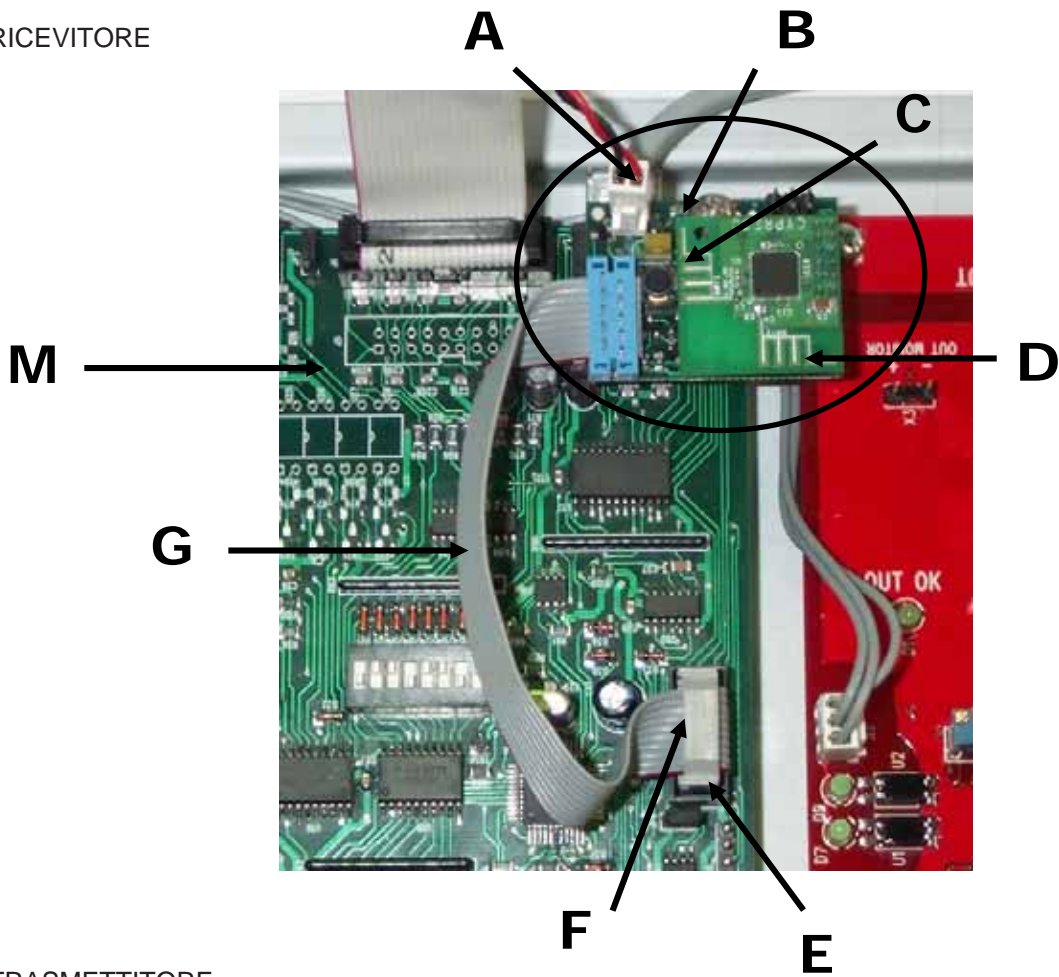

fig. 1
Su alcune serie dei radiografici MAX70 il modulo ricevitore (fig. 1), viene installato prima della vendita. In questo caso lo troverete nella posizione indicata nella foto al paragrafo precedente. Se avete ricevuto il modulo ricevitore separatamente è necessario installarlo prima di poterlo utilizzare.
3. Identificare il connettore a 10 poli J9 (E) presente sulla scheda verde RC401 (fig. 1)
4. Inserire il connettore a 10 poli (F) montato sul flat cable (G) nel connettore J9 (E) presente sulla scheda verde RC401 (M) ; il connettore può essere inserito in un solo senso (fig. 1)
6. Togliere la vite di fissaggio vicina all'angolo della scheda (fig. 1)
Scopo della presente procedura è quello di far riconoscere tra loro i moduli trasmettitore (fig. 1) e ricevitore (fig. 2).
4. Premere brevemente il pulsante (C) presente sul modulo ricevitore; si accenderà il led (B) presente sul modulo stesso; il ricevitore è ora pronto ad effettuare la registrazione (fig. 1);
6. Dopo alcuni istanti si spegnerà il led (B) presente sul modulo ricevitore: il ricevitore ha effettuato la registrazione (fig. 1);